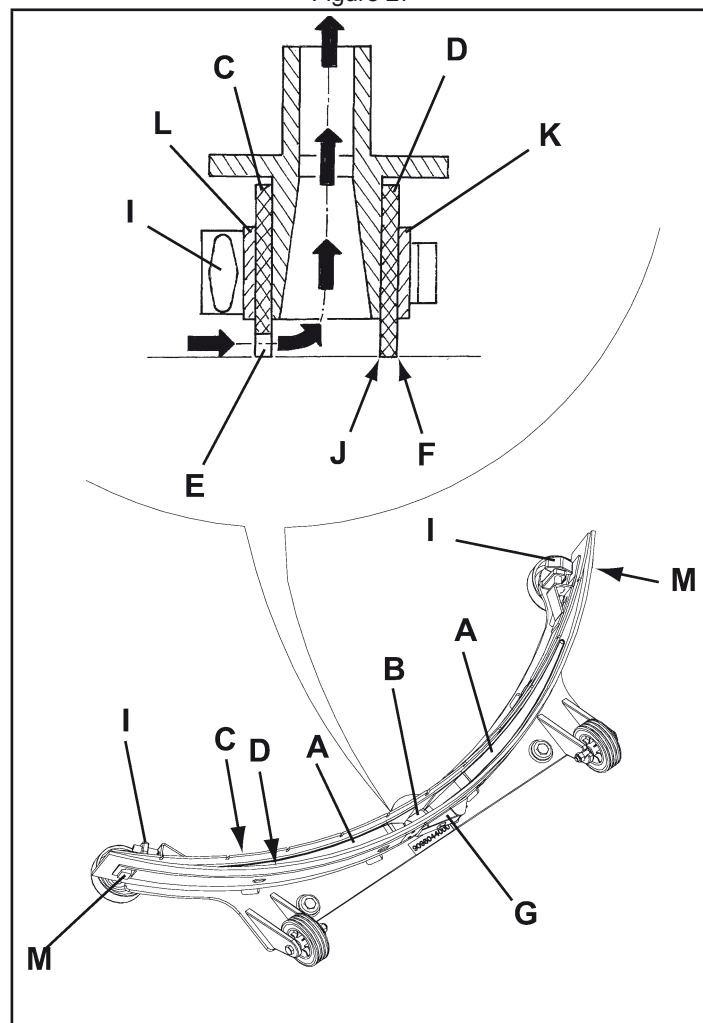

Figure 28
2. Contrôler que les bords (E, Fig. 28) de la lamelle en caoutchouc avant (C) et les bords (F) de la lamelle en caoutchouc arrière (D) se posent simultanément sur le marbre de contrôle, et en toute leur longueur ; dans le cas contraire, régler leur hauteur en procédant comme suit :
- Dégager le tirant (G), décrocher les dispositifs de retenue (M) et régler la lamelle en caoutchouc arrière (D), puis accrocher les dispositifs de retenue (M) et engager le tirant (G).
- Desserrer les boutons (I) et régler la lamelle en caoutchouc avant (C), puis serrer les boutons.
3. Contrôler que la lamelle en caoutchouc avant (C) et la lamelle en caoutchouc arrière (D) sont intactes et qu'elles ne présentent pas de coupures ou déchirures ; dans le cas contraire, les remplacer en procédant comme suit. Contrôler aussi que l'arête avant (J) de la lamelle en caoutchouc arrière (D) n'est pas usée ; dans le cas contraire, renverser la lamelle, en remplaçant l'arête usée avec l'arête qui est encore intacte. Si toutes les arêtes sont usées, remplacer la lamelle en caoutchouc en procédant comme suit :
- Dégager le tirant (G), décrocher les dispositifs de retenue (M), déposer la bande de retenue (K) et remplacer / tourner la lamelle en caoutchouc arrière (D). Pour la repose, procéder dans l'ordre inverse de la dépose.
- Dévisser les boutons (I) et déposer la bande de retenue (L), puis remplacer la lamelle en caoutchouc avant (C). Pour la repose, procéder dans l'ordre inverse de la dépose.